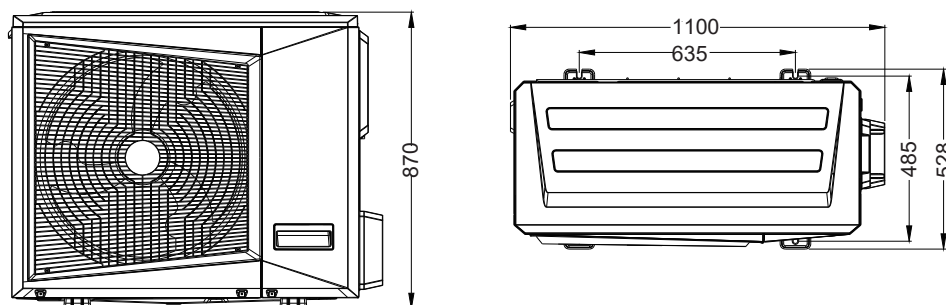

Fig. 3-1 Dimensiones de la unidad exterior
- 1) Fig.3-1 Se aplica a los modelos de 14kW,16kW.